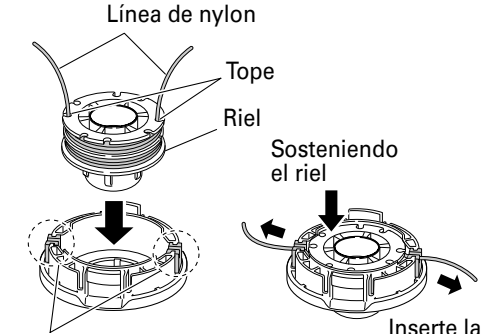

Fig. 28
- (6) Alinee la posición del tope y la guía de línea del ojal y, a continuación, inserte el botón a través de la carcasa. Suelte la línea del tope mientras sostiene levemente el riel. A continuación, inserte la línea a través de la guía de línea del ojal. (Fig. 28)